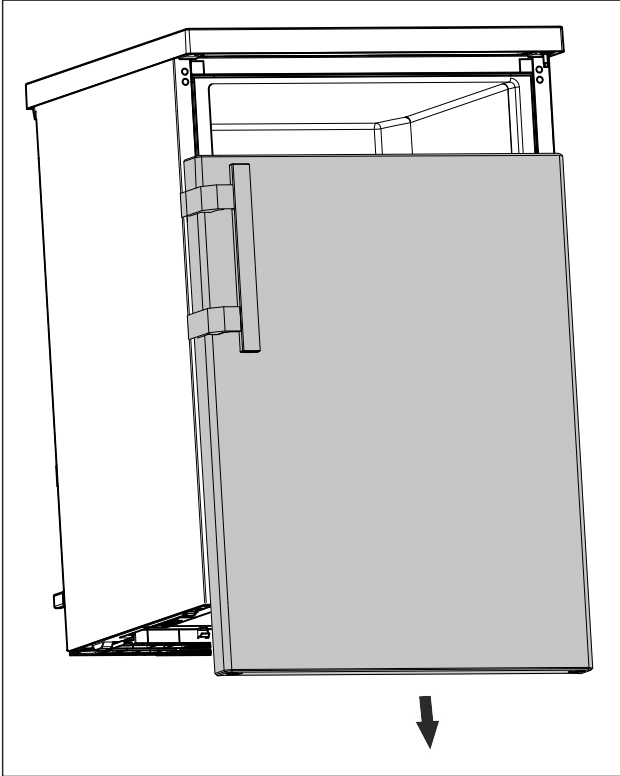

Fig. 17
- ▶ Kapaıyı aşağı doğru çekerek çıkarın. (bkz. Fig. 17)